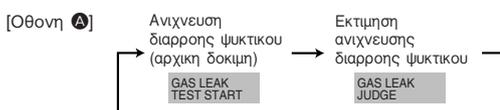

Fig. 8-2
- ① Πατήστε το κουμπί **TEST** για τρία ή περισσότερα δευτερόλεπτα για μεταβίση σε κατάσταση λειτουργίας συντήρησης.
- ② Πατήστε το κουμπί **CLOCK** και επιλέξτε **[GAS LEAK TEST START]** (ΕΝΑΡΞΗ ΔΟΚΙΜΗΣ ΔΙΑΡΡΟΗΣ ΑΕΡΙΟΥ). (Fig. 8-2)